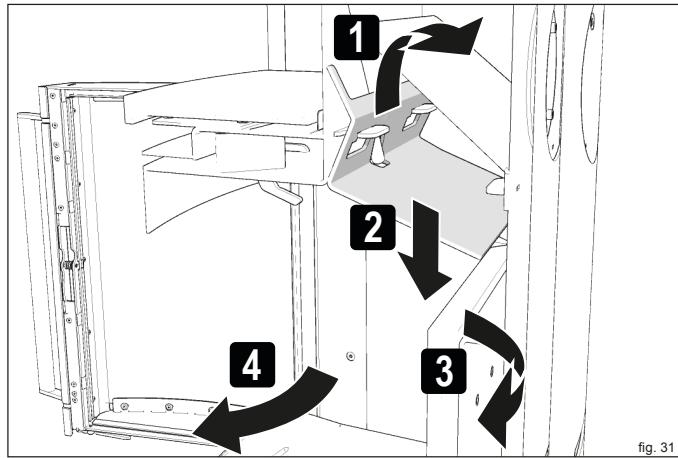

fig. 31
- ▶ Ruotare il deflettore inferiore e rimuoverlo (fig. 31).